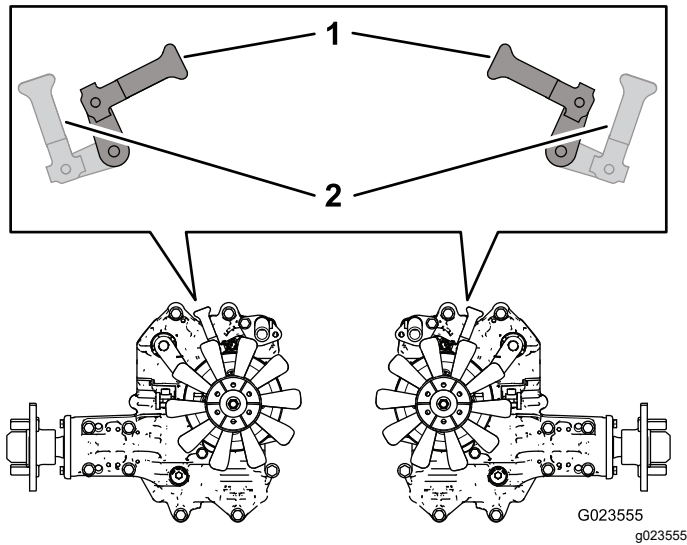

Figura 24
2. Desde debajo de la máquina, gire las palancas de las válvulas de desvío (Figura 22 y Figura 23) hacia dentro, orientadas hacia el centro de la máquina (Figura 24), y quite el freno de estacionamiento; consulte Uso del freno de estacionamiento \(página 20\).
3. Cuando haya terminado de empujar o remolcar la máquina, mueva las palancas de las válvulas de desvío hasta que estén orientados hacia la parte delantera de la máquina, para poder conducir la máquina (Figura 24).